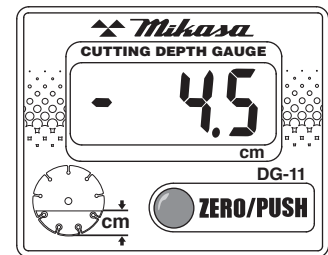

図 34
8. 昇降ハンドルを右(時計廻り)に回せば本体が上がります。ダイヤモンドブレードが地面から離れた場合は、接地面より上がった高さを0.5cm毎にマイナス数値でデジタル表示します。(図34)